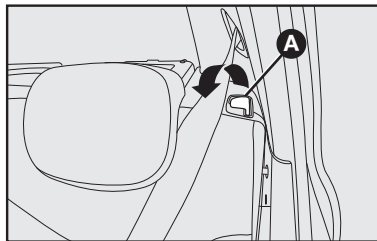

fig. 92
- Destruar o encosto do banco agindo sobre as alavancas laterais **A-fig. 92** do mesmo, na direção da seta.
- Colocar o encosto do banco na posição vertical fazendo-o passar pelos cintos de segurança e acionar a alavanca **A-fig. 92**. Certificar-se do perfeito travamento.
O banco traseiro bipartido em algumas versões permite ampliar apenas parte do porta-malas, tendo a opção de rebater o banco individual ou duplo. Para isso, destravar a alavanca da direita ou da esquerda **A-fig. 92** e rebater o assento do banco traseiro para a frente. Em seguida, rebater a parte do encosto 1/3 ou 2/3 (quando disponível) para ampliação do porta-malas.